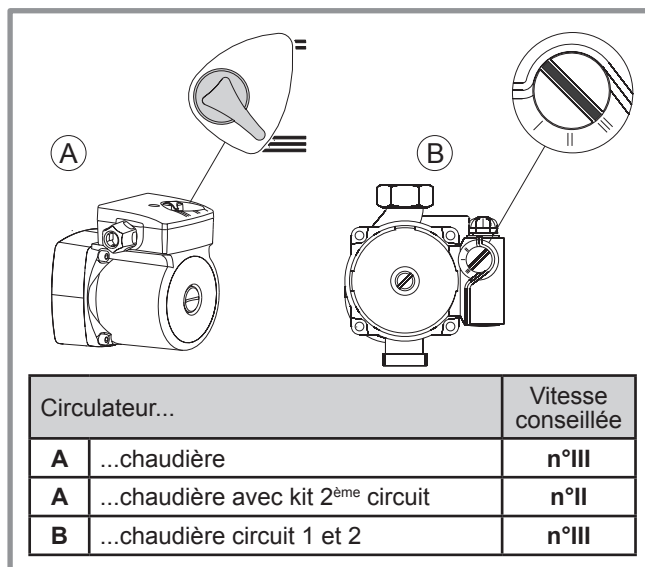

Figure 31 - Vitesse de circulation conseillée
- Vérifier la vitesse des circulateurs (figure 31).